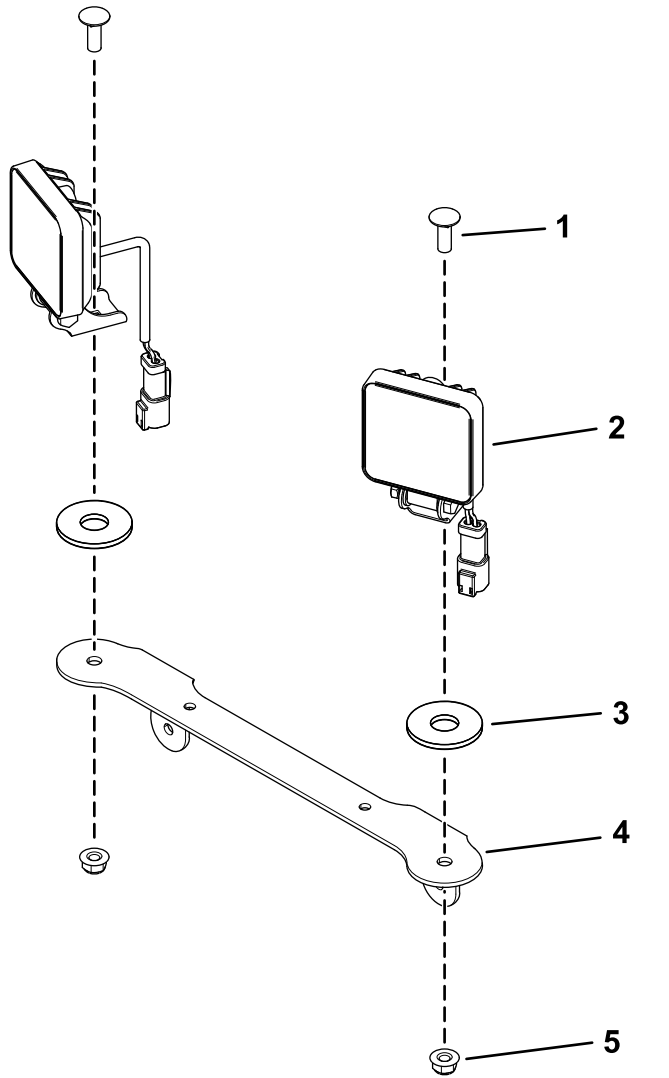

Рисунок 1
1. Прикрепите 2 светодиодных осветительных прибора к кронштейнам при помощи 2 каретных болтов (5/16 x 7/8 дюйма), 2 фрикционных шайб и 2 фланцевых гаек (5/16 дюйма), как показано на Рисунок 1.